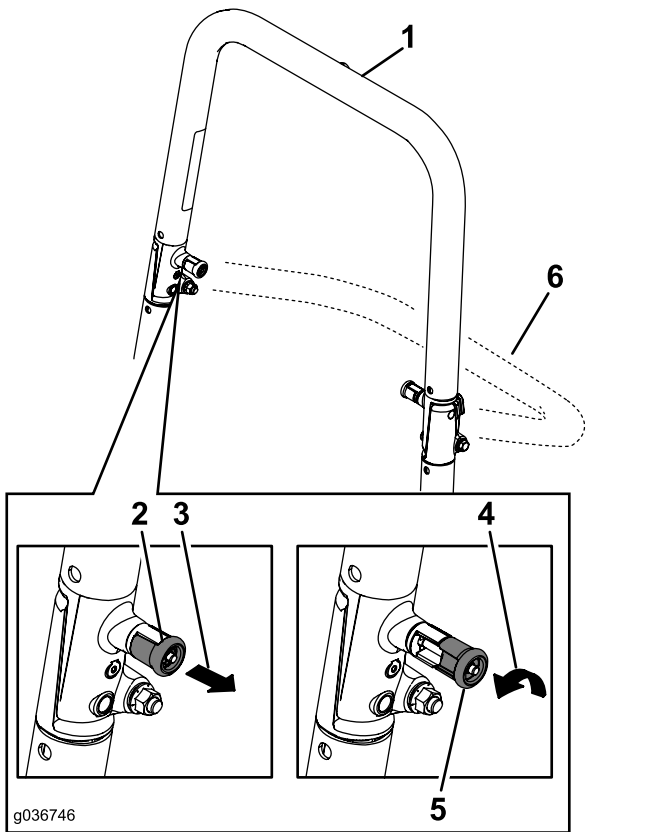
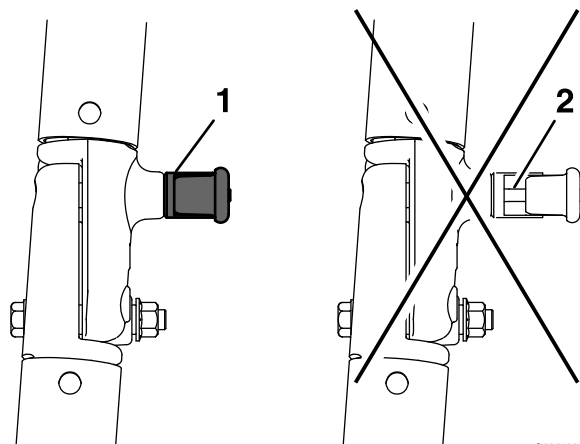

Figure 54
Figure 55
**Remarque:** Il faut parfois pousser en avant ou tirer en arrière la partie supérieure de l'arceau de sécurité pour engager complètement les deux boutons (Figure 54 et Figure 55).